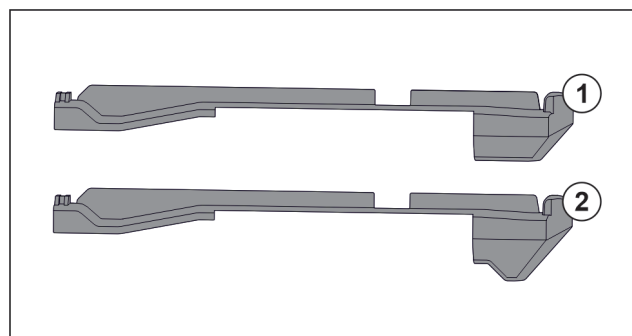

Fig. 123 Sammenligning af påsætningsdelene
I apparatet er der to forskellige påsætningsdele. Påsætningsdelen over den nederste skuffe Fig. 123 (2) har en trekantet kant. Alle andre påsætningsdele Fig. 123 (1) har en lige kant.
- ▶ Anbring påsætningsdelen Fig. 123 (2) med den trekantede kant over den nederste skuffe.
- ▶ Anbring påsætningsdelen Fig. 123 (1) med den lige kant på alle andre steder.